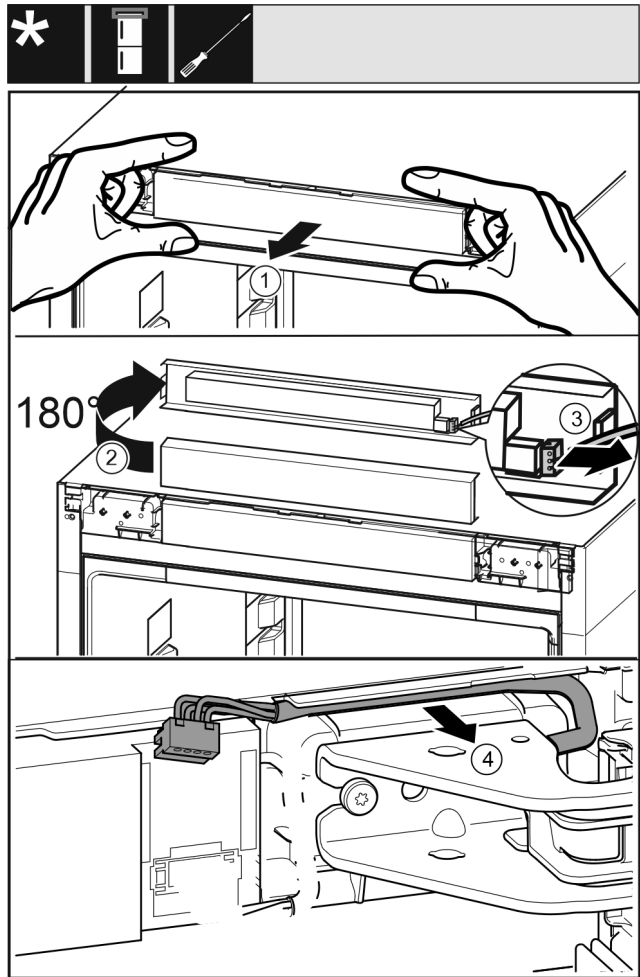

Fig. 18
- ▶ Обережно ослабте невелику панель керування Fig. 18 (1) вперед.
- ▶ Поверніть невелику панель керування Fig. 18 (2) вгору на 180°.
- ▶ Притисніть фіксувальний виступ Fig. 18 (3) вниз та обережно витягніть штекер.
- ▶ Обережно від'єднайте кабель Fig. 18 (4) над опорним кронштейном від направляючої.